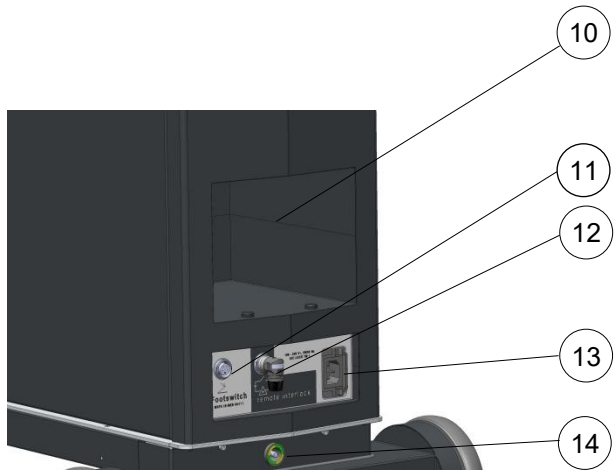

Рис. 3-2: Вид сзади
- Чтобы отключить лазерную консоль ELIOS от сети, отсоедините сетевой штекер от устройства (Рис. 3-2).
- Лазерная консоль ELIOS должна быть расположена таким образом, чтобы в любой момент можно было отсоединить штекер источника питания от устройства (Рис. 3-2).
Ножной переключатель должен быть подключен к разъему для ножного переключателя (см. Рис. 3-2). Ножной переключатель используется для запуска лазерного излучения. Нажатие на педаль ножного переключателя активирует лазерное излучение. Как только ножной переключатель ослабляется, излучение лазера прерывается.
Лазерная консоль ELIOS оснащена разъемом для выравнивания электрического потенциала (см. Рис. 3-2). Подключение к дополнительному выравниванию электрического потенциала может быть выполнено с помощью кабеля выравнивания потенциала.
Лазерная консоль ELIOS оснащена разъемом для удаленной блокировки, например дверным контактом (см. Рис. 3-2). Если контакты штекерного разъема размыкаются, излучение лазера прерывается. Дополнительную информацию о подключении удаленной блокировки к лазерной консоли ELIOS можно получить в компании MLase или у авторизованного сервисного партнера.